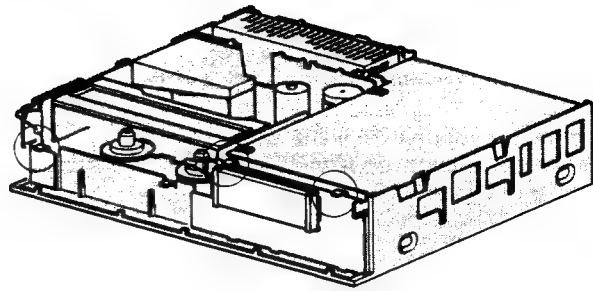

Fig. 2-5
- Die Printplatte lässt sich dem Untergehäuse entnehmen durch Entriegeln der zwei Einschnappkonstruktionen (siehe Bild 2-5).